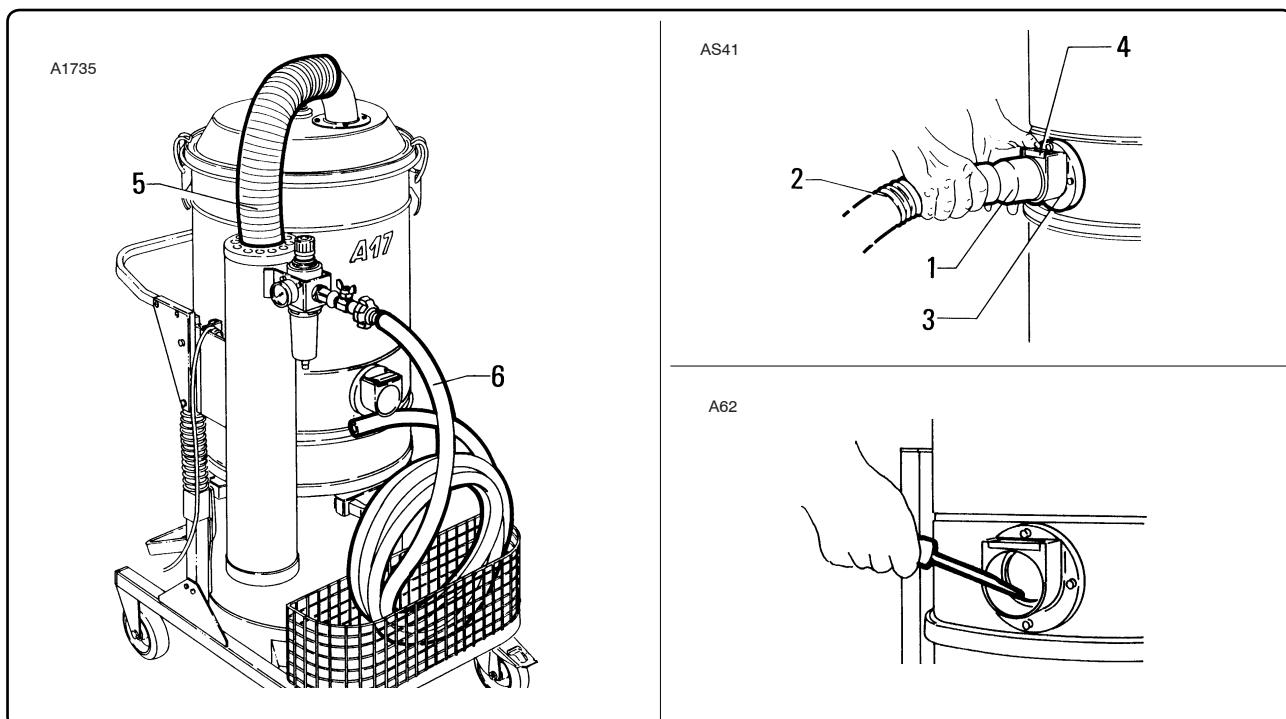

Fig. 7.5.9
7.5.7 - Controllo integrità delle tubazioni (fig. 7.5.9)
7.5.7 - Checking the condition of the pipes (fig. 7.5.9)
7.5.7 - Contrôle de l'intégrité des tuyauteries (fig. 7.5.9)
7.5.7 - Control del'integridad de los tubos (fig. 7.5.9)
Per smontare il tubo "2" è sufficiente premere il piastrino "4" presente sul bocchettone "3" come indicato in fig. 7.5.9.
Per la pulizia raschiare dall'esterno del bocchettone e rimuovere il materiale depositato come indicato in fig. 7.5.9.
To remove pipe "2", just press plate "4" on outlet "3" as indicated in fig. 7.5.9.
Scrape outside the outlet and remove the deposited waste as indicated in fig. 7.5.9.
Pour démonter le tuyau "2" il suffit d'appuyer sur le verrou "4" de l'embouchure "3" comme indiqué dans la fig. 7.5.9.
Pour le nettoyage raceler de l'extérieur de l'embout et enlever la matière qui s'est déposée comme indiqué dans la fig. 7.5.9.
Para desmontar el tubo "2" basta apretar la placa "4" de la boca "3" como se indica en la fig. 7.5.9.
Para la limpieza raspar desde el exterior de la boca y quitar el material depositado como se indica en la fig. 7.5.9.